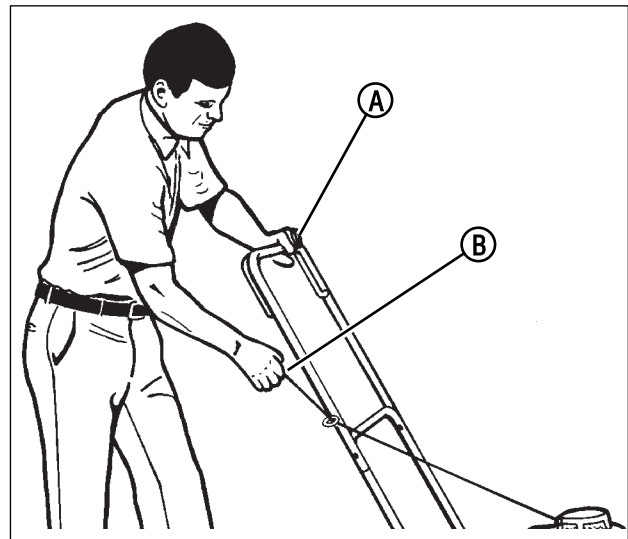

Figura 14: avviamento del motore
6. Portarsi dietro la macchina. Con una mano, trattenere la leva di arresto del motore in posizione operativa (A, Figura 14). Con l'altra mano trattenere la manopola del cavetto di avviamento manuale (B).